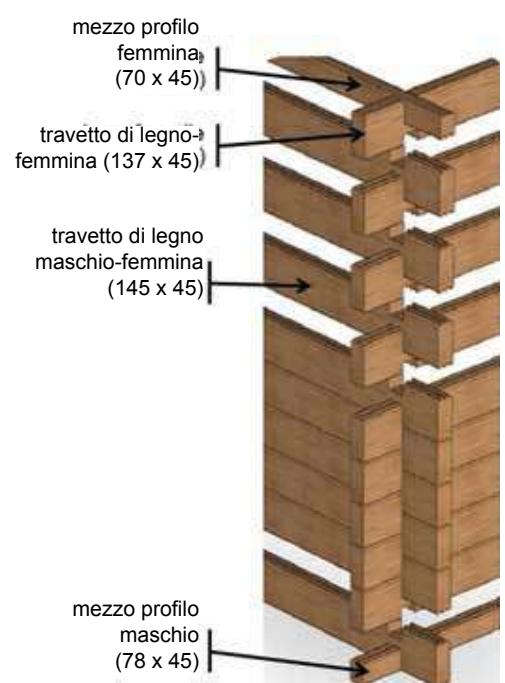

Figura 61 – Sistema di incastro dei listelli di legno
Appoggiare a terra contro la vasca nei punti precisi in cui devono posizionarsi (*Figura 61*) i due listelli da 626 cm (1) che costituiscono le larghezze del vano tecnico, quindi inserire agli angoli il listello da 905 cm (3) che costituisce la lunghezza. Montare le seguenti file controllando regolarmente la squadratura degli angoli e il livello delle pareti. Assicurarsi che i listelli siano completamente incastrati l'uno nell'altro. Terminare con i listelli 2 e 5.